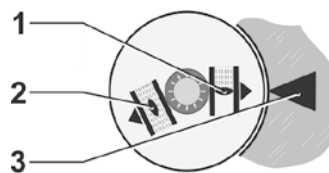
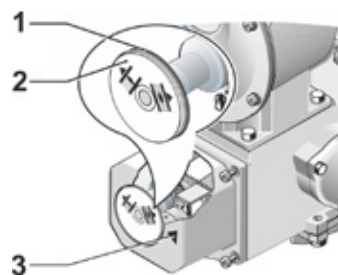

Abb. 1: Symbole Stellungsanzeiger
Abb. 2: Stellungsanzeiger einstellen
3. Weiße Scheibe mit ZU-Symbol (Abb. 2, Pos. 1) so weit drehen, bis das Symbol für ZU (Abb. 1, Pos. 1) und die Pfeilmarke (3) in der Sichtscheibe des Deckels übereinander liegen.
5. Weiße Scheibe (Abb. 2, Pos. 1) festhalten und durchsichtige Scheibe (2) so weit drehen, dass das Symbol für AUF (Abb. 1, Pos. 2) und die Pfeilmarke (3) übereinander liegen.